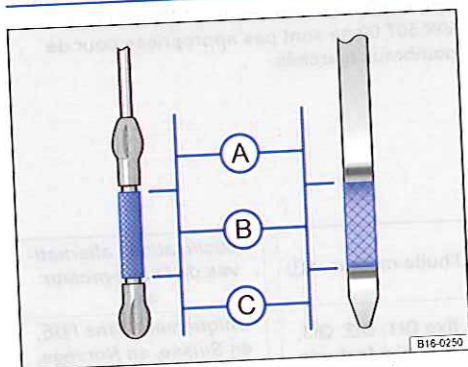
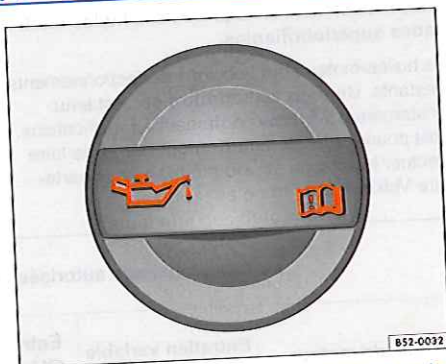

Fig. 208 Jauges d'huile avec repère du niveau d'huile-moteur
Fig. 209 Dans le compartiment-moteur : bouchon de l'orifice de remplissage d'huile-moteur.
4. Identifiez l'orifice de remplissage d'huile-moteur et la jauge d'huile. L'orifice de remplissage d'huile-moteur se reconnaît au symbole ➤ figurant sur le couvercle ⇒ fig. 209 et la jauge d'huile à la poignée de couleur. En cas de doute sur l'emplacement du bouchon et de la jauge d'huile, rendez-vous dans un atelier spécialisé.
7. Retirez de nouveau la jauge d'huile puis relevez le niveau d'huile-moteur sur la jauge ⇒ fig. 208 comme suit :
- Ⓐ : **Ne faites pas** d'appoint d'huile ⇒ ①. Poursuivez avec l'étape 15.
9. Dévissez le bouchon de l'orifice de remplissage d'huile-moteur ⇒ fig. 209.
12. Relevez de nouveau le niveau d'huile-moteur sur la jauge avant de verser une nouvelle petite quantité d'huile-moteur. Ne versez jamais une quantité excessive d'huile-moteur ⇒ ①.
13. Une fois le remplissage effectué, le niveau d'huile-moteur doit atteindre au minimum le milieu de la zone ⇒ fig. 208 Ⓑ sans toutefois jamais dépasser la zone Ⓑ ⇒ ①.